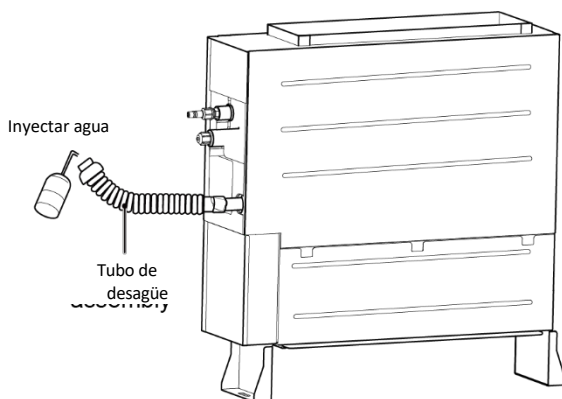

Fig. 4.3.9
- 1) Conecte el tubo de desagüe a la otra conexión frigorífica de desagüe de la bandeja de agua y llénela con aprox. 1 l de agua (véase la fig. 4.3.9). Retire el tubo de desagüe una vez finalizadas las pruebas y, a continuación, coloque el tapón de la bandeja de agua.